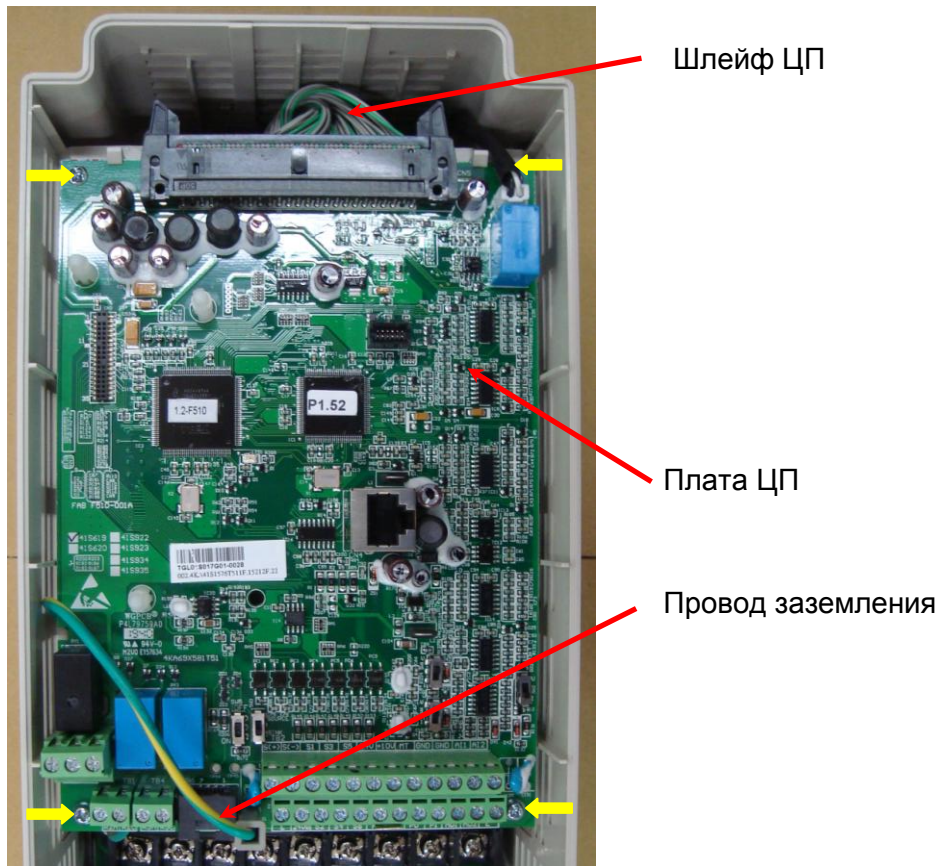

Рис. 7.12
- 7.5.1. Взять плату центрального процессора, установить ее на основную часть корпуса, совместив отверстия платы с резьбовыми отверстиями корпуса, закрепить плату четырьмя винтами (желтые стрелки, рис. 7.12).
- 7.5.2. Подключить провод заземления (рис. 7.12).
- 7.5.3. Подключить шлейф ЦП (рис. 7.12).